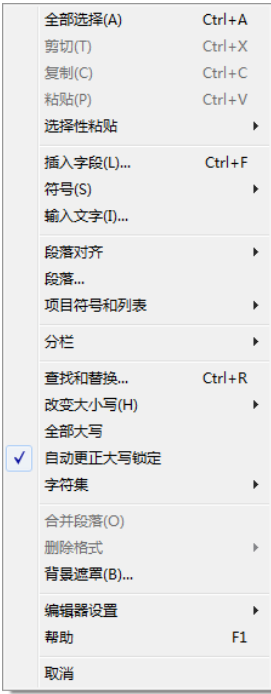

图 6-12 右键快捷菜单
- 1) 在 多行文字绘制区域，单击鼠标右键，系统打开右键快捷菜单，如图6-12所示。